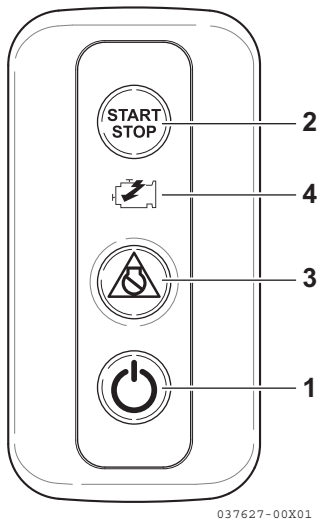

Figura 8
- 4. Pulse el interruptor de encendido del panel de interruptores del puesto seleccionado (**Figura 8, (1)**).
9. Pulse el interruptor START/STOP (arranque/parada del motor) **(Figura 8, (2))** y accione el motor de arranque.